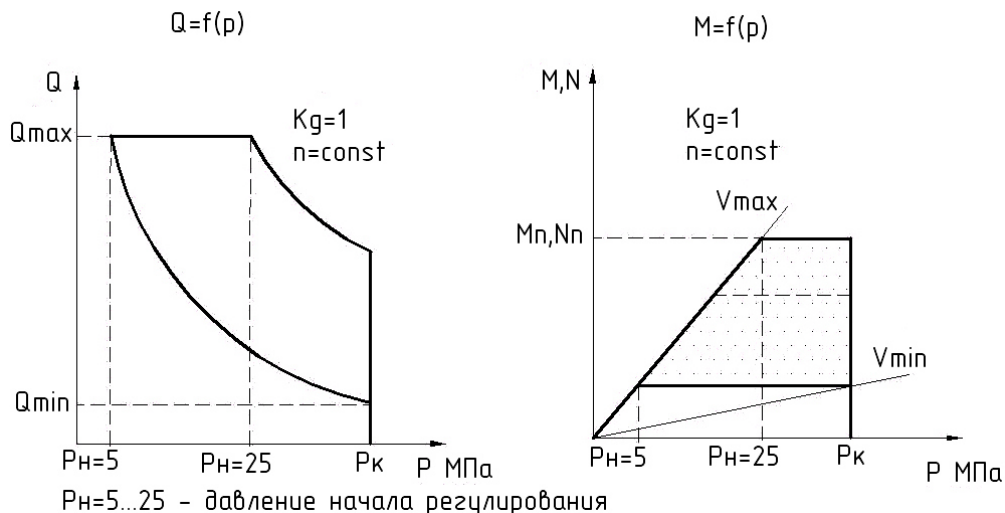

Рис. 8 – График зависимости подачи Q , крутящего момента M и потребляемой мощности N от изменения давления p .
- Пока давление в гидросистеме не превышает P_H (см. рис. 8), насос находится на максимальном рабочем объеме V_{max} и обеспечивает максимальную подачу Q_{max}
- Регулирование. При увеличении рабочего давления P (см. рис. 8), начиная с давления начала регулирования P_H , рабочий объем насоса V начинает плавно, автоматически уменьшаться, обеспечивая постоянство потребляемого момента $M_{п}$ и потребляемой мощности $N_{п}$.